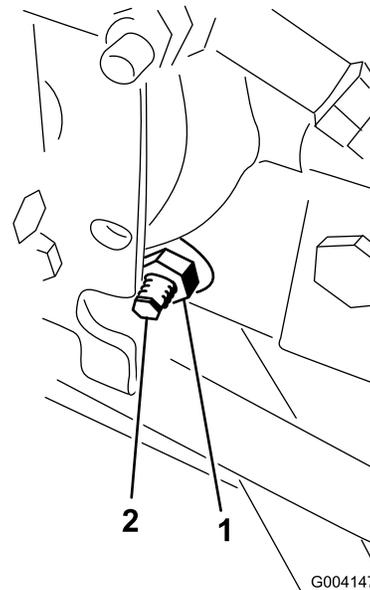

Bild 70
3. Lösen Sie rechts am Hydrostat die Sicherungsmutter an der Fahrtrieb-Einstellnocke (Bild 70).